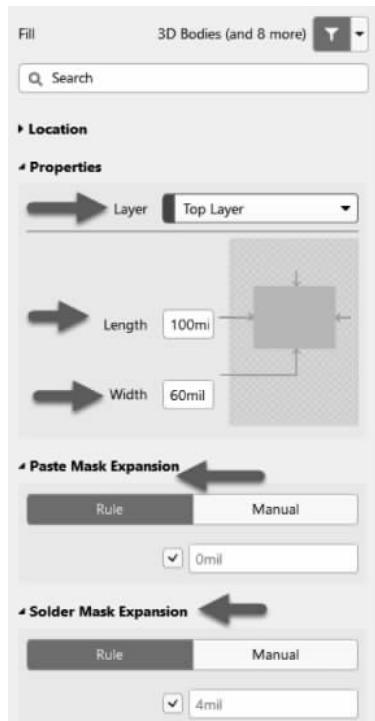

图 3-30 填充属性编辑面板
- (1) 执行菜单栏中“放置”→“填充”命令,或者单击工具栏中的“放置填充”按钮  ,光标变成十字形状。
- (2) 将光标移到要放置填充的位置,单击鼠标确定填充的一个顶点,移动光标到合适的位置再一次单击确定其对角顶点,从而完成填充的绘制。
- (3) 此时仍处于放置填充状态,重复步骤(2)的操作即可绘制其他的填充。
- (4) 设置填充属性。双击需要设置属性的填充(或在绘制状态下按 Tab 键),系统将弹出相应的填充属性编辑面板,如图 3-30 所示。